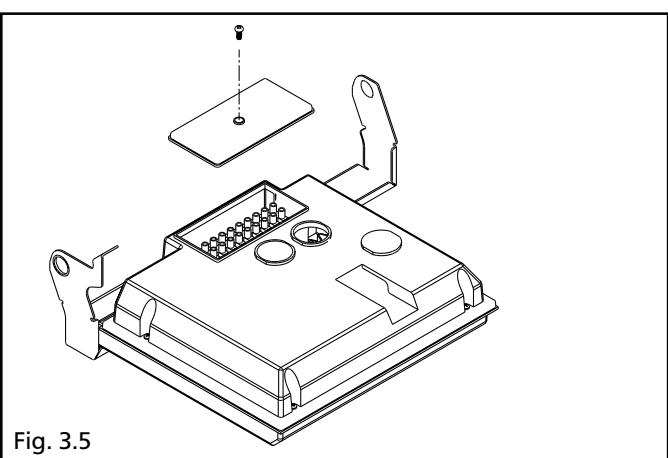

Fig. 3.5
- desmontar la cubierta de las conexiones eléctricas, quitando previamente el tornillo de fijación (fig. 3.5)